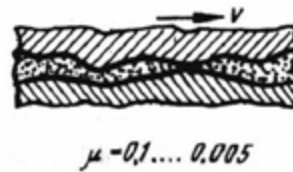

Fig. 4
- **frecare semifluidă** – contact parțial între suprafețele metalice fus – cuzinet, parțial între suprafețele metalice și lubrifiant (fig 4); acest tip de frecare apare la turații reduse.